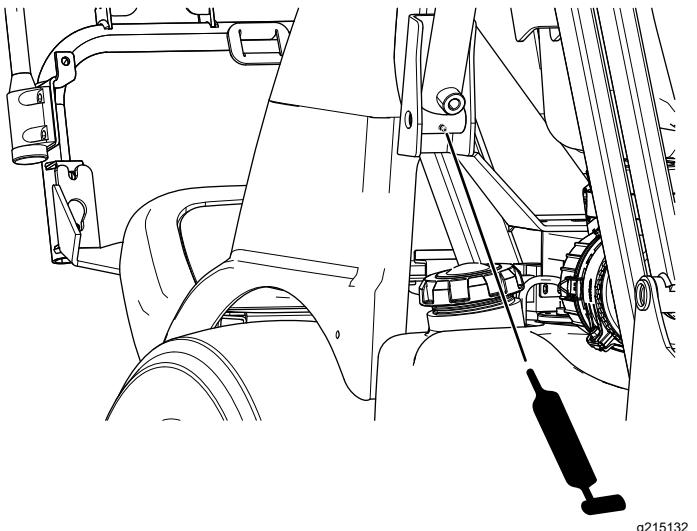

Bild 48
- Fangboxarme, unten, vorne (Bild 48)